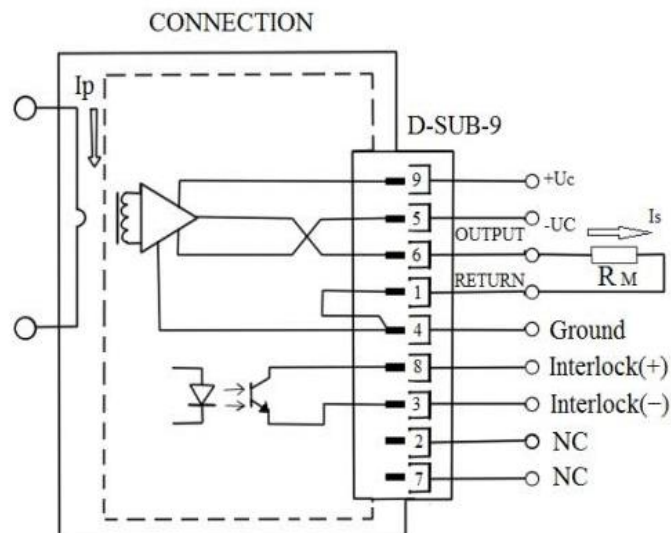
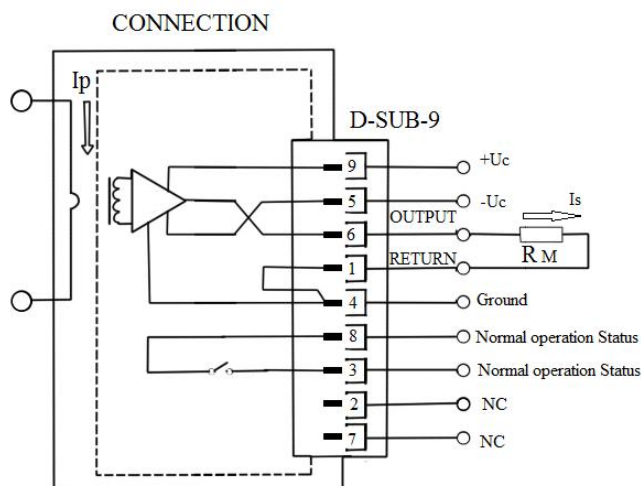

图 2.3 ZCS60/ZCS200/ZCS400 接口图
图 2.4 ZCS700/ZCS1000 接口图
2.通信接口：包含电流输出，供电接口，状态指示功能，引脚定义如图 2.3、图 2.4。